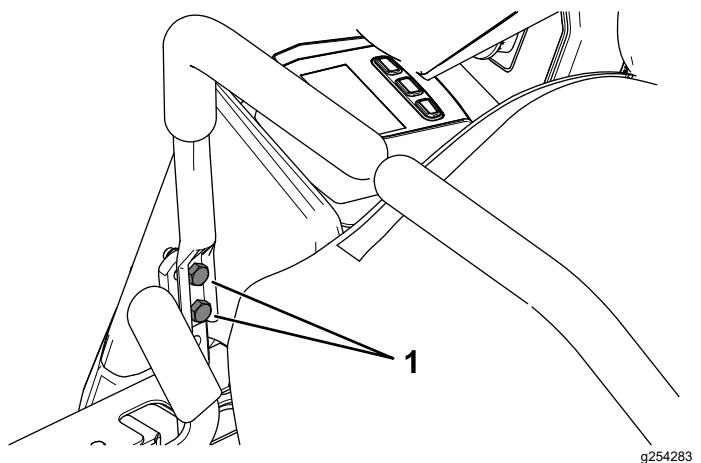

Figure 51
12. Serrez les 2 boulons de montage du levier de commande de déplacement (Figure 51).
10. S'il est nécessaire d'ajuster l'alignement, desserrez les 2 boulons de montage du levier de commande de déplacement du côté mal aligné (Figure 51).